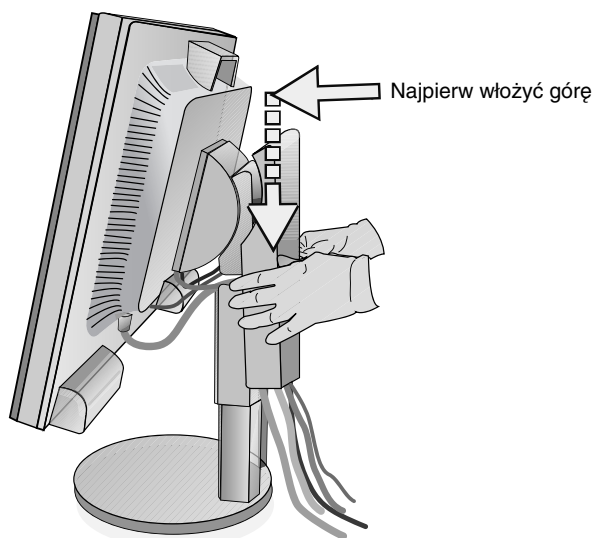
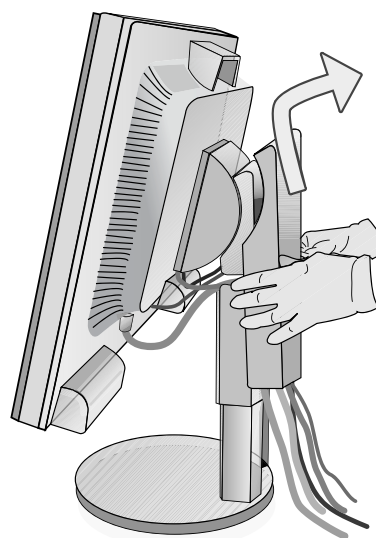

Rysunek C.2
Rysunek C.3
6. Sprawdź, czy wszystkie kable leżą płasko na podstawie (**Rysunek C.2/Rysunek C.3**). Chowając kable, sprawdź działanie funkcji przechylania, unoszenia, obniżania i obracania ekranu monitora.